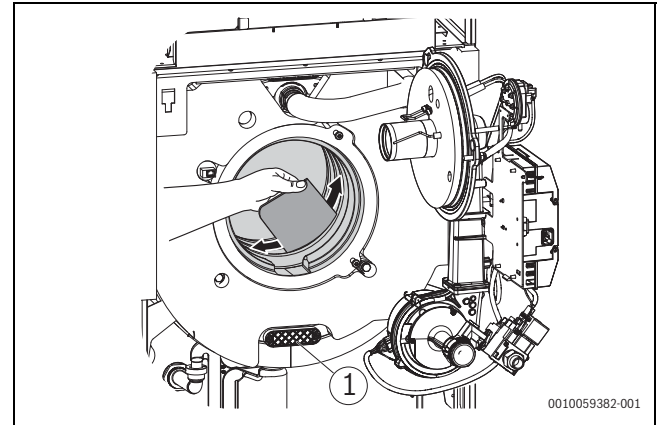
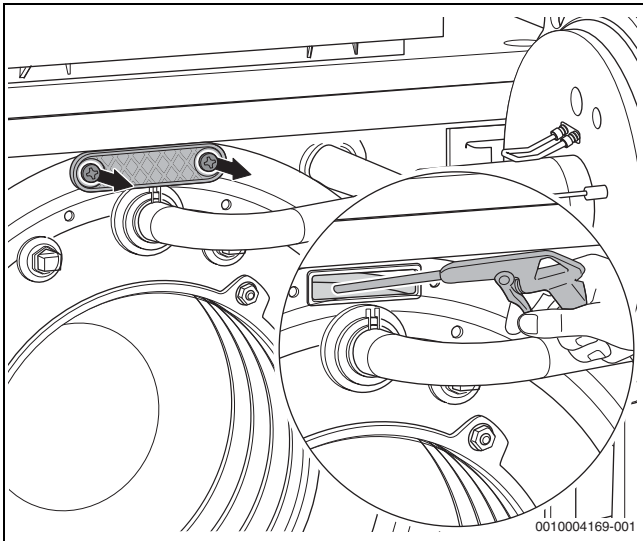

Bild 64 Heizgasspalte mit Reinigungspachtel reinigen
Bild 65 Wärmetauscher mit Sprühlanze reinigen
- ▶ Reinigungsdeckel (→Bild 64, Seite 39,[1] und Bild 65) abnehmen.
- ▶ Lose Partikel mit Wasser (z. B. Sprühlanze) aus Feuerraum und Abgasmantel spülen (→Bild 65).
- ▶ Heizgasspalte mit Reinigungsspachtel reinigen (→ Bild 64, Seite 39).